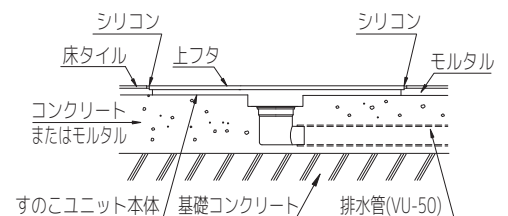

図2
- ①すのこユニット本体を仮据えし、床仕上げ面の勾配に揃えてください。
- ②排水管の内面に接着剤を塗布し、すのこユニット本体（トラップ排水口）と排水管を接続してください（図2）。
すのこユニット本体周囲と仕上げ材の間にある程度のすき間を設けるように床仕上げをおこない、すき間はシリコンでコーキングしてください（図2）。